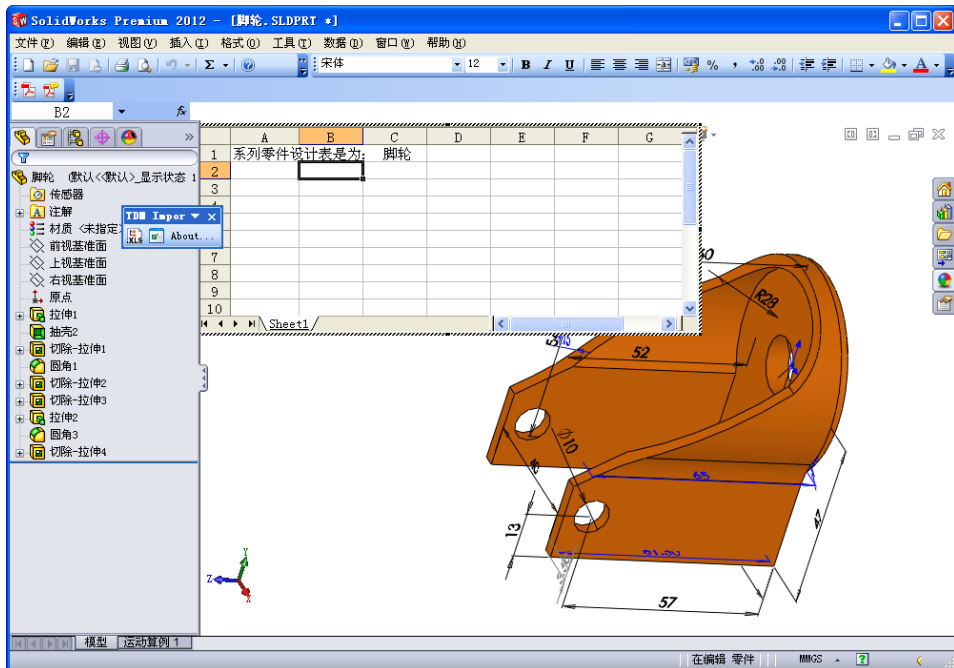

图 8-6 插入的 Excel 工作表
(2) 此时, 一个 Excel 工作表出现在零件文件窗口中, Excel 工具栏取代了 SolidWorks 工具栏, 如图 8-6 所示。
(3) 可以在表的第 2 行输入要控制的尺寸名称, 也可以在图形区中双击要控制的尺寸,